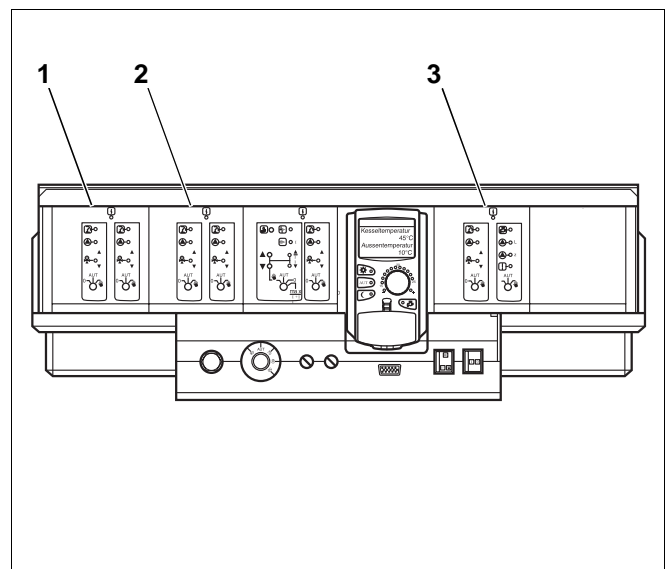

Abb. 2 Beispiel – Modulanordnung
- Beginnen Sie mit dem Einsetzen der FM 442 auf Steckplatz 1 und Steckplatz 2 (Abb. 2, **Pos. 1 u. 2**).
- Setzen Sie das kombinierte Heizkreis-/Warmwassermodule FM 441 auf den nächsten freien Steckplatz 3 (Abb. 2, **Pos. 3**).